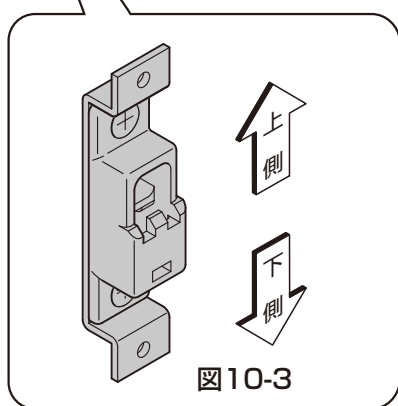
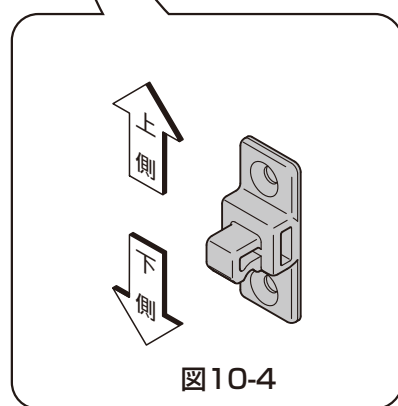

図10-3
図10-4
- ストッパーガイドとパネルストッパーには上下がありますので気をつけてください。(図10-3、図10-4参照)